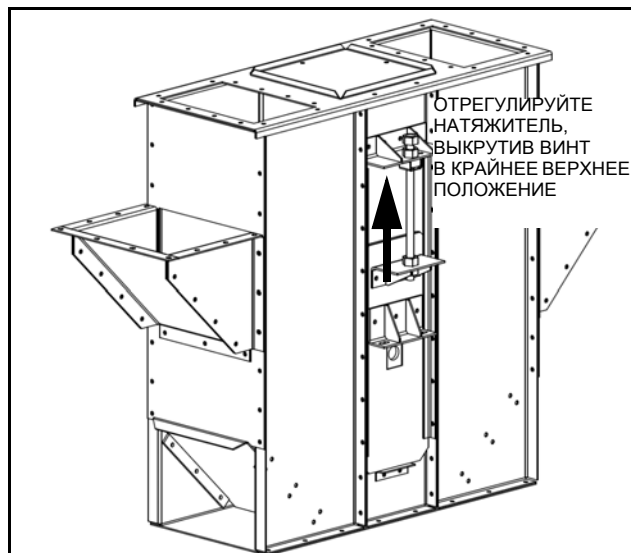

Рис. 3.10
1. С помощью регулировочных винтов натяжителя установите загрузочный барабан в самое верхнее положение, где его натяжение будет максимальным (Рис. 3.10).